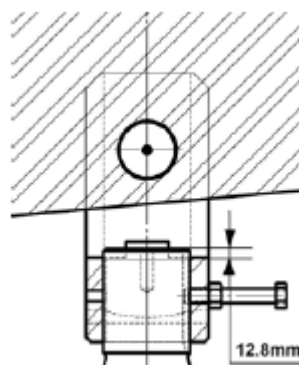

Рис. 3
А. Закрепите опорную пластину привода (6) на крышке клапана (5), а затем установите серьгу клапана (14). Наверните вилку (13) на шток клапана (27) в соответствии с Рис.3. Опустите вниз шток клапана (27). Установите рычаг (17), используя две оси (15).